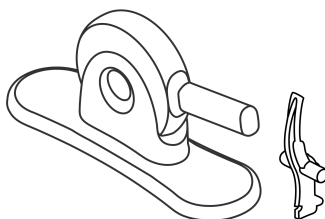

Abbildung 5: Edwards Crimper und zweiteiliger Crimp-Stopper
■ Figure 5 : Sertisseur et butée de sertissage à 2 pièces Edwards